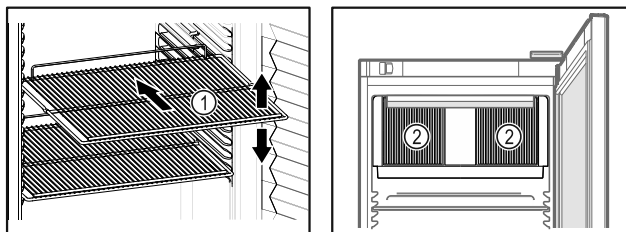

Fig. 71 Eksempelfremstilling Fig. 72
- Hvis oppbevaringshyllene Fig. 71 (1) kan flyttes, juster etter høyden.